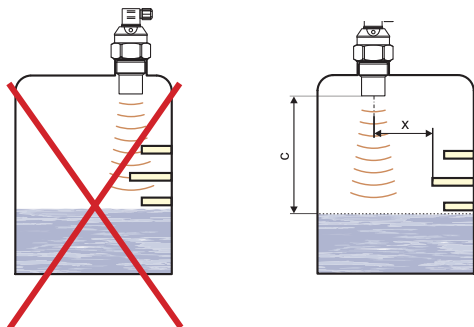

Рис. 6: Минимальное удаление измерителя уровня от близлежащих предметов в резервуаре
- Место для установки измерителя уровня необходимо выбрать так, чтобы на излучаемый акустический сигнал не воздействовали **близлежащие предметы** (рёбра жёсткости, раскосы, подпоры, лестницы, нагревательные спирали, мешалки и т.п.). Эти препятствия могут стать причиной неправильного отражения, ухудшающего точность измерения (рис. 6).